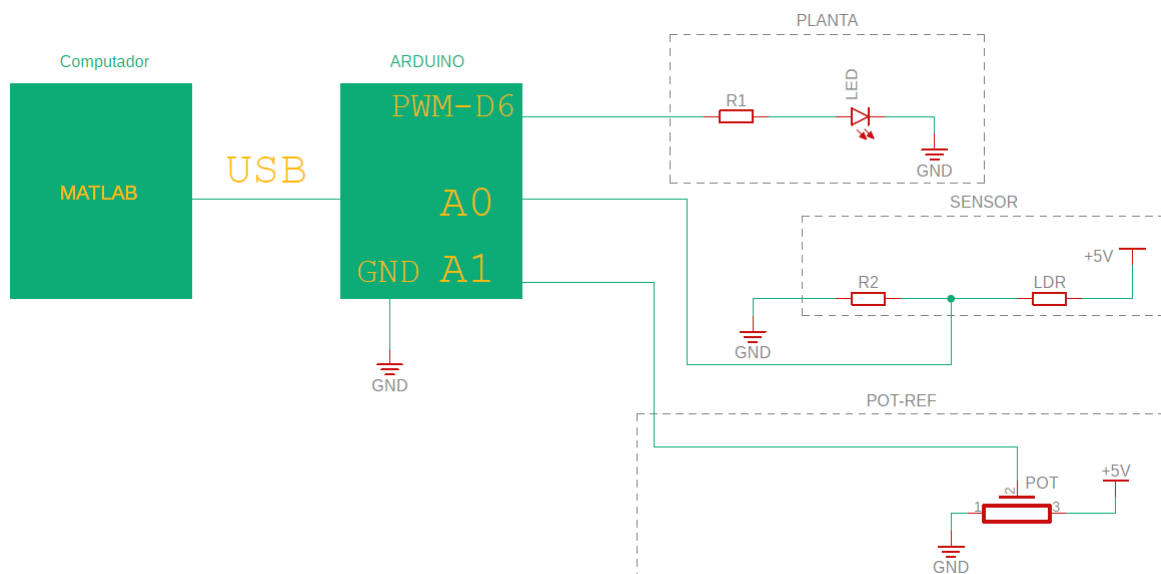
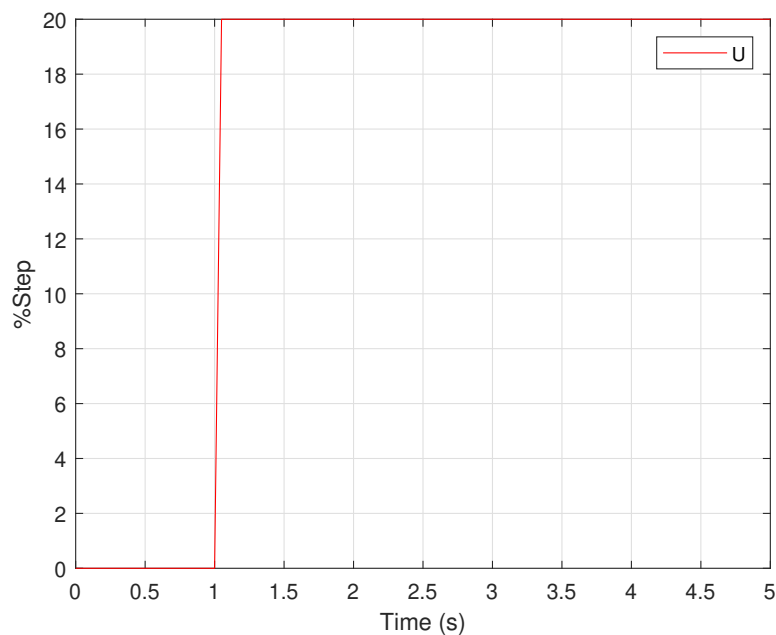

Figura 1: Diagrama de conexiones de planta de Luz.
Figura 3: Señal de entrada utilizada para generar los datos de entrada-salida
El objetivo de la presente práctica es obtener el modelo matemático de la planta ilustrado en la Figura 1 a partir de las señales $U(t)$ y $Y(t)$. Una vez obtenido este modelo se diseñará e implementará un controlador que permita que las señales de salida $Y(t)$ sigan señales de referencia tipo escalón. La consigna para cada salida deberá poderse fijar independientemente.
Para realizar esta práctica se requieren los siguientes componentes (i) el circuito presentado en Figura 1. (ii) una tarjeta Arduino con conversores analógico-digital y salidas PWM (Pulse Width Modulation) (iii) un computador con Matlab 2017 o superior (iv) Archivos de Identificación que contiene las Carpetas: *MatlabFilesIdentification* y *SISO*.
La presente práctica consta de seis partes: 1. Configuración del puerto de comunicación. 2. Generación de datos de entrada-salida. 3. Estimación de los parámetros del modelo del sistema de la Figura 1. 4. Validación del modelo. 5. Diseño e implementación del controlador. 6. Desarrollo del informe.
En la Figura 3 se presentan las señales de entrada al circuito de la Figura 1. Durante los primeros 5 segundos dichas señales toman un valor constante del 20 % ó 1 voltio. Este intervalo de tiempo es suficiente para que la planta alcance el estado estacionario. La amplitud de las extra-señales se actualiza cada 50 milisegundos.
- Realice la conexión presentada en la Figura 1.
En esta tercera parte de la práctica se utilizará el archivo *DataLDR.mat* generado en la sección anterior con el fin de obtener un modelo en espacio de estados del circuito eléctrico de la Figura 1. Dicho modelo se supondrá de la forma: